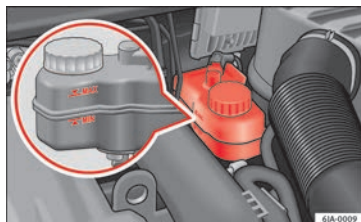

Fig. 209 Vano motor: depósito del líquido de frenos.
– Verifique el nivel de líquido de frenos en el depósito » fig. 209. El nivel debe encontrarse entre las marcas “MIN” y “MAX”.